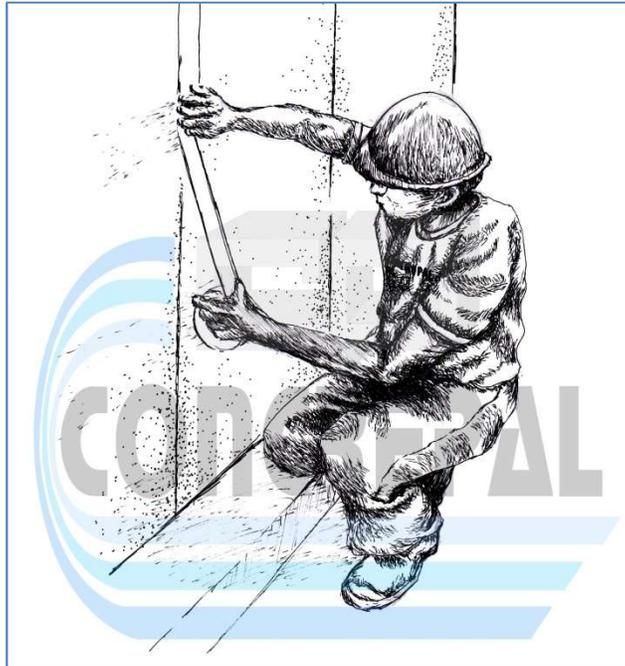

Figura 16. Colocación de cinta malla en las juntas frías.
- 4- Aún con el repello grueso un poco fresco, colocar la malla justamente en la unión de los paneles, como se muestra en la figura 16.